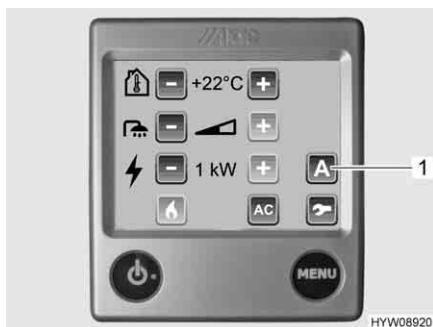

Fig. 134 Menu delle impostazioni (ventola aggiuntiva)
La ventola aggiuntiva viene azionata tramite la centralina di controllo (Fig. 134) del riscaldamento ad acqua calda.
- Premere il pulsante "A" (Fig. 134,1). Vengono visualizzate le funzioni.